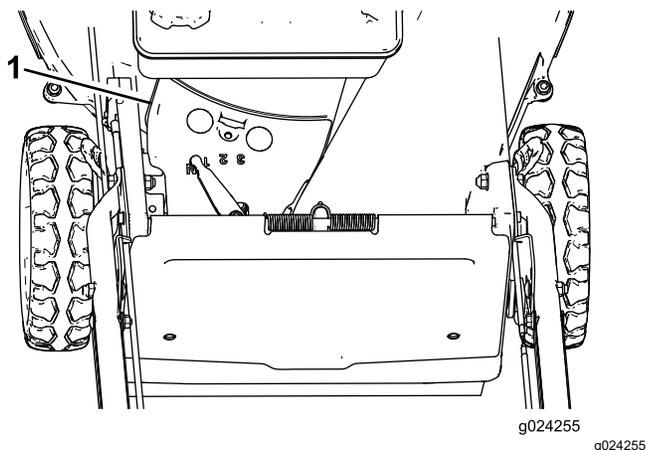

Figura 37
3. Staccate il copricinghia (Figura 37) dalla scocca del tosaerba.